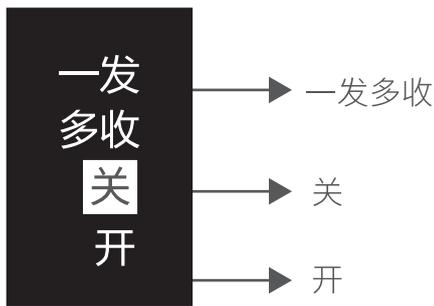
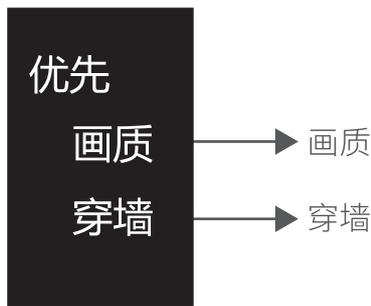
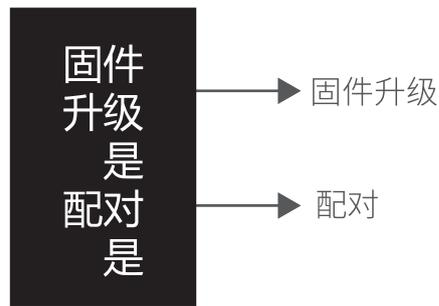

图7
图8
图9
a：（发射器拨动显示屏下方红色五向调节键切换界面，左右均可拨动。如图7、图8和图9）
b：（接收器拨动显示屏下方红色五向调节键切换界面，左右均可拨动。如图7和图9）
- 注:1. 配置设置界面发射器和接收器菜单内容显示不同:发射器可选择画质、穿墙模式菜单,如图8所示;